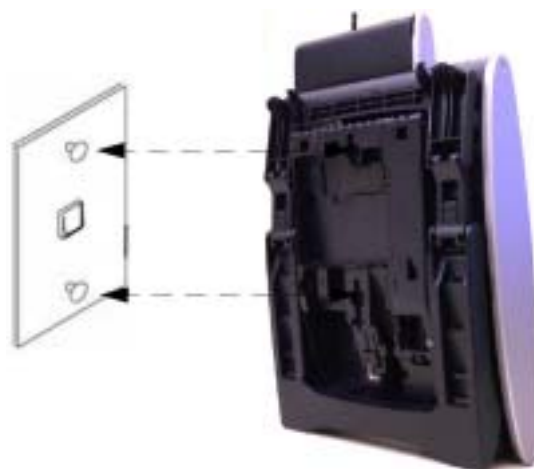

图 5-47 在墙板上壁挂电话机
4. 在墙板上竖直方向拧进两个螺钉，将电话机底部的两个安装孔套在螺钉上，并向下滑。参考“图 5-47”。